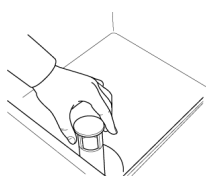

Abb. 26
- 5- Öffnen Sie die Tür und überprüfen Sie, ob sich alle internen Bestandteile, einschließlich des Überlaufs, an den dafür vorgesehenen Orten befinden. (Abb. 26)